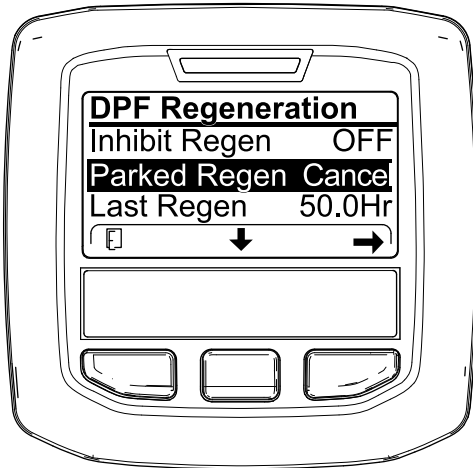
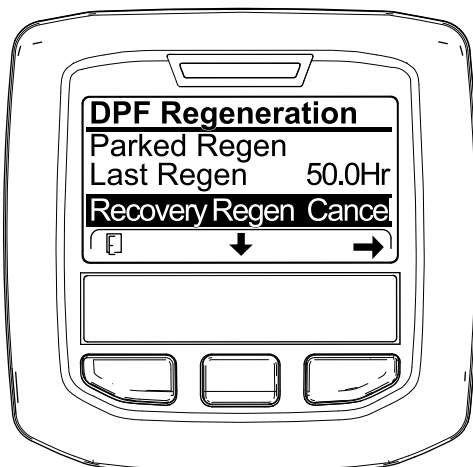

Figure 69
Figure 70
1. Ouvrez le menu DPF Regeneration (régénération du FAP) (Figure 69).
2. Appuyez sur le bouton central pour naviguer jusqu'à l'option PARKED REGEN CANCEL (Figure 69) ou RECOVERY REGEN CANCEL (Figure 70).
3. Appuyez sur le bouton droit pour sélectionner l'option Regen Cancel (annulation de régénération) (Figure 69 ou Figure 70).